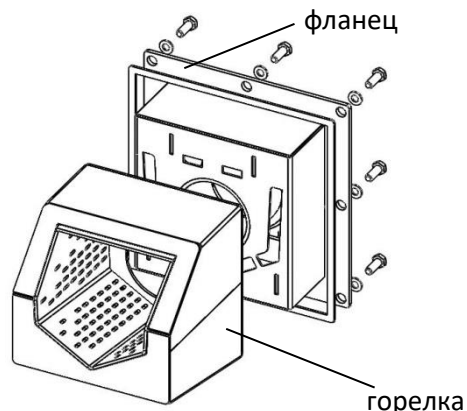

Рис. 30
- 3.2.4** Снять съемную часть горелки и положить дрова в топку котла(см рис. 55, рис. 30).